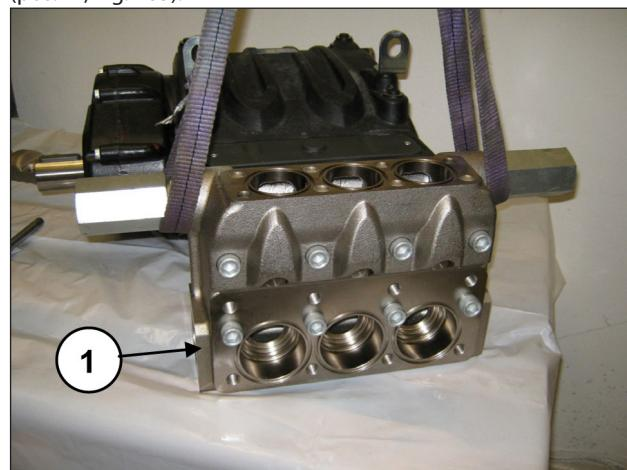
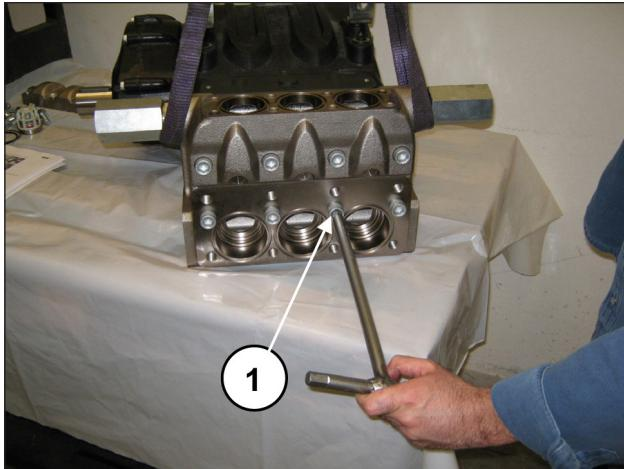

Fig. 164
Fig. 165
Montare la testata sul carter pompa (pos. ①, Fig. 164) facendo attenzione a non urtare i pistoni ed avvitare le 8 viti M16x150 (pos. ①, Fig. 165).